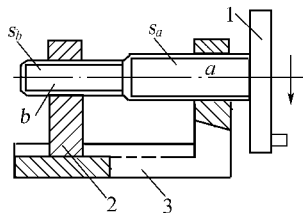

图 2-1
1. 如图 2-1 所示螺旋传动中,已知 a 段螺纹为左旋双线螺纹,螺距为 2 mm; b 段螺纹为右旋单线螺纹,螺距为 1 mm。求当手柄按图示方向转动 2 周时,螺母位移的方向如何? 位移是多少?